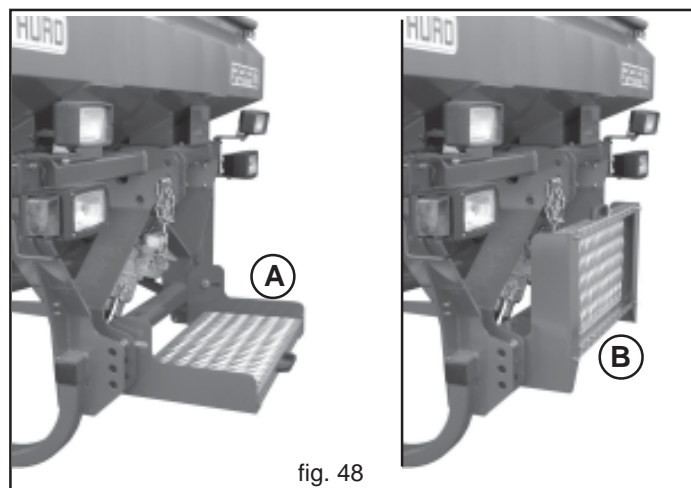

fig. 48
Dans le cas de chargement manuel, utiliser le marchepied (A, Fig. 48) pour accéder à la trémie de l'équipement.
Replier toujours le marchepied comme indiqué à la Figure 48 (B) aussi bien pendant le travail que pendant le transport sur route.